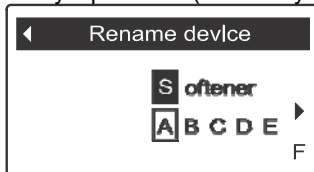

РИС. 121
4. Нажать кнопку ВЫБОР (O) для отображения экрана Переименовать устройство (См. Рисунок 121).